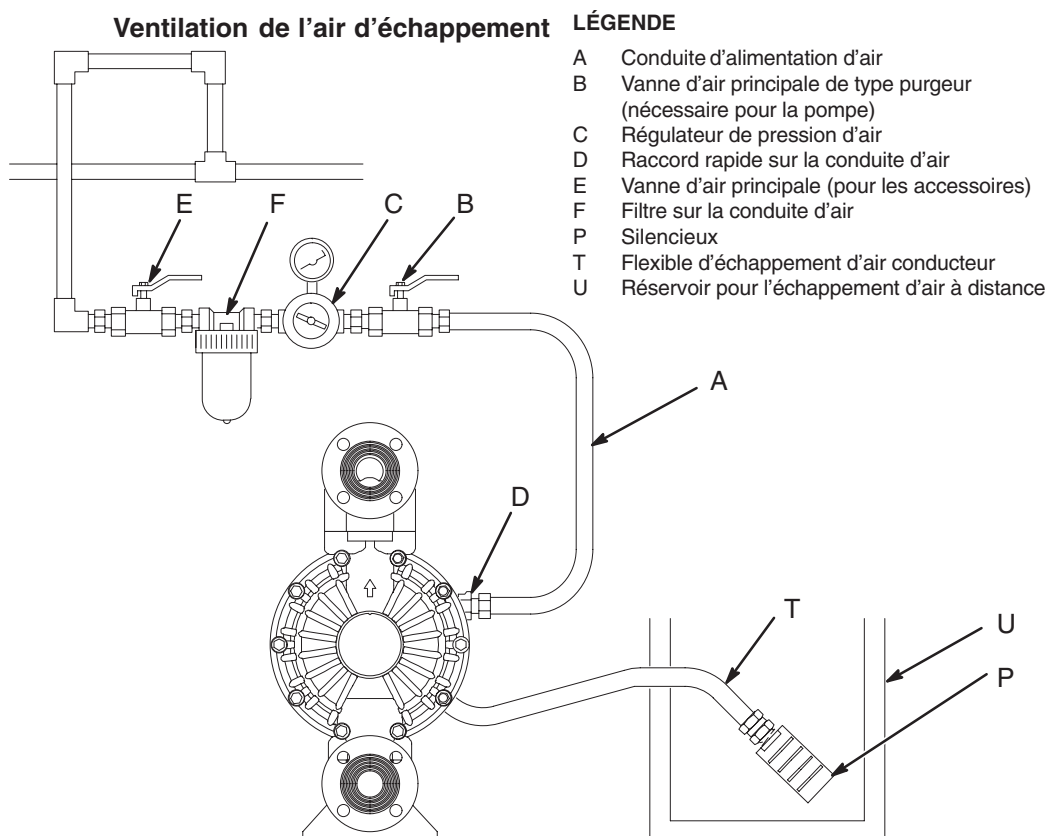

Fig. 6
Une membrane défectueuse provoquera l'échappement du produit pompé en même temps que l'air. Placer un réservoir approprié à l'extrémité de la conduite d'échappement d'air pour récupérer le produit. Voir fig. 6.
1. Retirer le silencieux (P) de l'orifice d'échappement d'air de la pompe.
2. Installer un flexible d'échappement d'air conducteur (T) et raccorder le silencieux (P) à l'autre extrémité du flexible. Le flexible d'échappement d'air doit avoir un diamètre intérieur d'au moins 19 mm (3/4 in.). Si un flexible plus long que 4,57 m est nécessaire, utiliser un diamètre supérieur. Éviter les angles trop aigus et les nœuds dans le flexible. Voir fig. 6.
3. Placer un réservoir (U) à l'extrémité de la conduite d'échappement d'air pour récupérer le produit en cas de rupture d'une membrane.